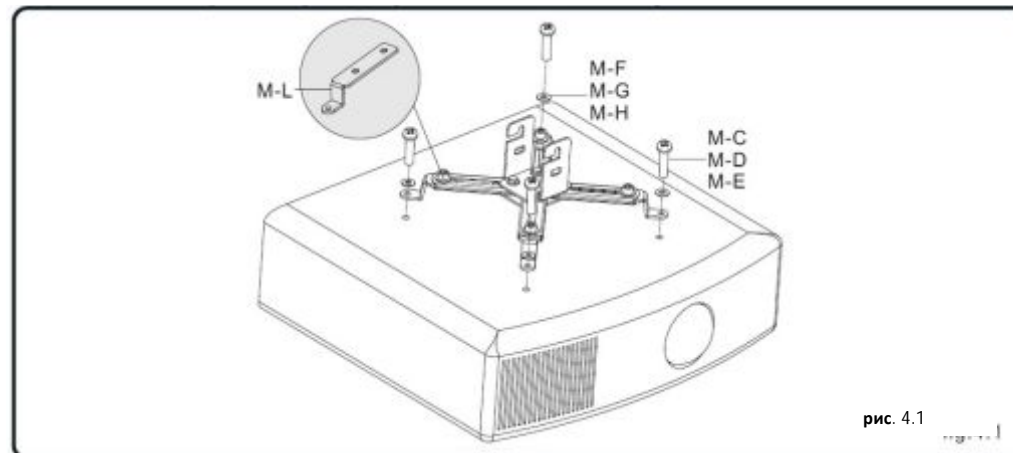

рис. 4.1
Поверните проектор, установить переходной кронштейн с задней части проектора как можно ближе к центру тяжести проектора, разместив по одной лапе на каждое монтажное отверстие. В зависимости от положения отверстий можно изменить положение лапы, как показано в рис. 4.1.
- Закрепите переходной кронштейн на задней части проектора, используя соответствующую комбинацию винтов и шайб, как показано на рис. 4.1.